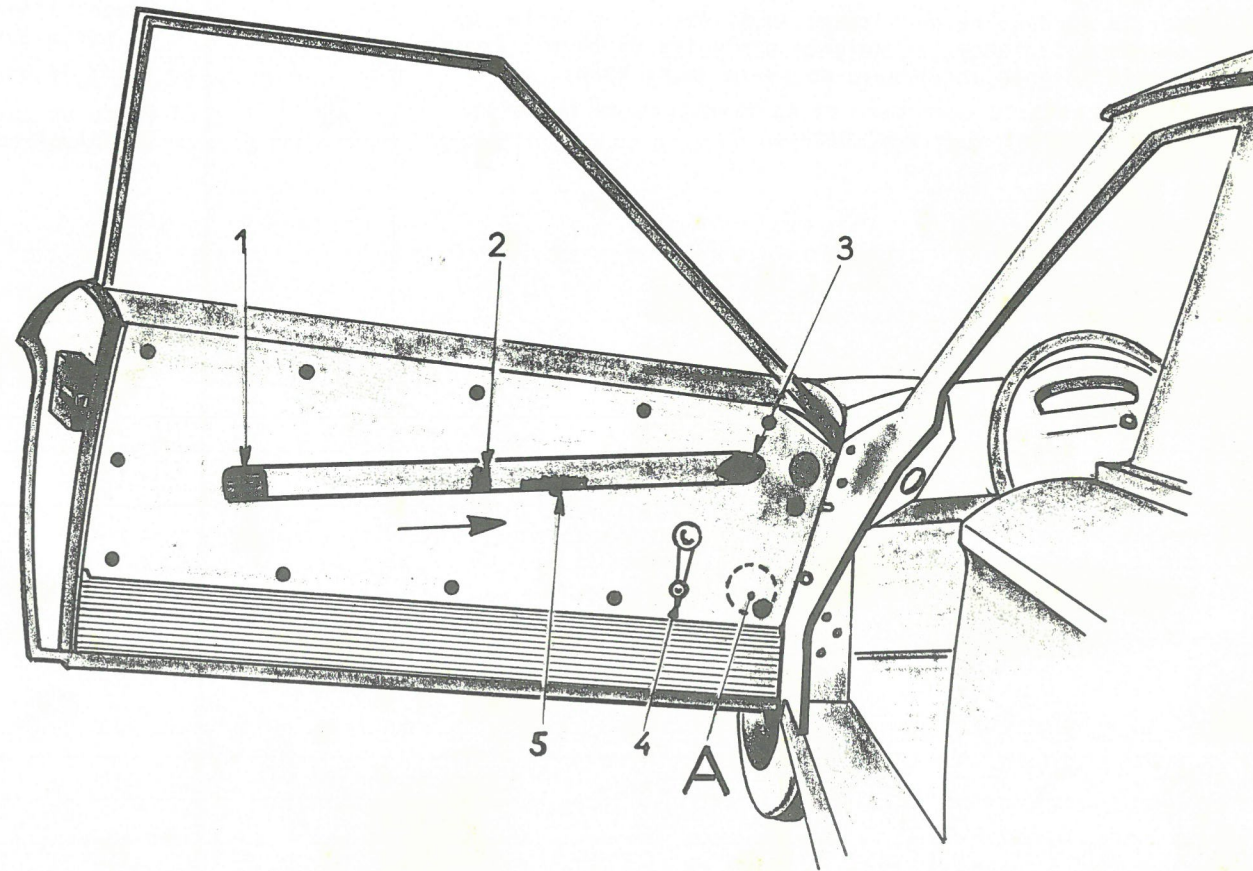

Fig. 8
- DEPOSE et POSE d'une POIGNEE INTERIEURE de PORTE - (Fig.8)
- 2) Déposer la plaquette enjoliveur (3) et le boîtier de feu de porte (1).
- 5) Faire glisser la poignée vers l'avant pour dégager l'agrafe (2) de son logement.
(Fig. 8).
- 2) Refermer légèrement la porte pour dégager de l'arrêt de porte, le cran (1) du tirant.
- 3) Pincer la partie fendue de l'axe (2) du tirant, saisir le tirant en passant la main à l'intérieur de la porte par le trou A (Fig. 8), puis dégager l'axe du tirant.
- 4) Introduire le tirant à l'intérieur de la porte par le trou A (Fig. 8), le faire passer dans l'arrêt de porte, poser l'axe (2) et à l'aide d'un tournevis, écarter la partie fendue.
- 5) Ouvrir la porte pour faire prendre le cran (1) du tirant dans l'arrêt de porte.